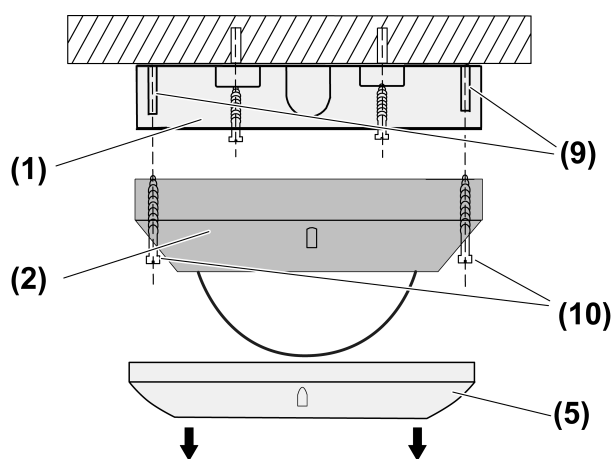
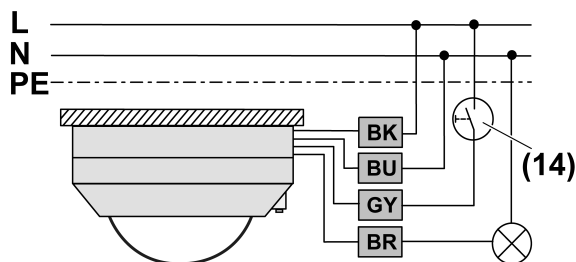
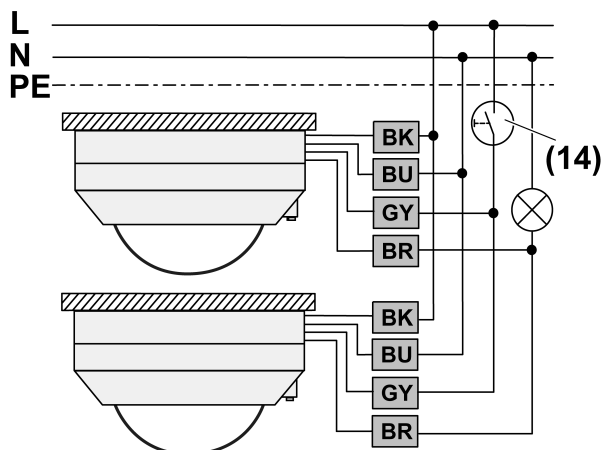

Figure 7: Montage
Figure 9: Schéma de raccordement de l'appareil individuel
Figure 10: Schéma de raccordement parallèle pour l'extension du champ de détection
- (1) Boîtier de raccordement
- (2) Garniture de capteur
- (5) Anneau enjoliveur
- (9) Bossages de fixation
- (10) Vis
- Retirer l'anneau enjoliveur (5) (Figure 7).
- Desserrer les vis (10) (Figure 7).
- Raccorder la garniture de capteur selon le schéma de raccordement (Figure 9) ou raccorder en parallèle les garnitures de capteur selon le schéma de branchement (Figure 10).
- Raccorder le poussoir d'installation (14) en option (Figure 9) ou (Figure 10). Il est nécessaire uniquement si une utilisation manuelle est également souhaitée.
- i** Sur les appareils individuels, un poste auxiliaire bifilaire peut également être utilisé comme alternative au poussoir d'installation (14).
- Visser la garniture de capteur (2) avec les vis (10) et les bossages de fixation (9) sur le boîtier de raccordement (1) (Figure 7).